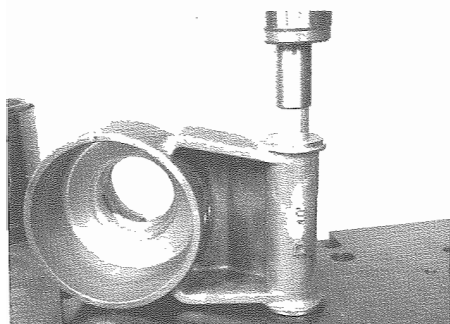

Fig. 13 - Tampone n. 11
AVVERTENZA - I portamozzi non sono intercambiabili (Fig. 13).
- Montare alla pressa le boccole antifrizione col tampone n. 11 (Fig. 13).
CAUTION - Hub holders are not interchangeable (Fig. 13).
- Using pad No. 11 (Fig. 13) fit antifriction bushes using a press.